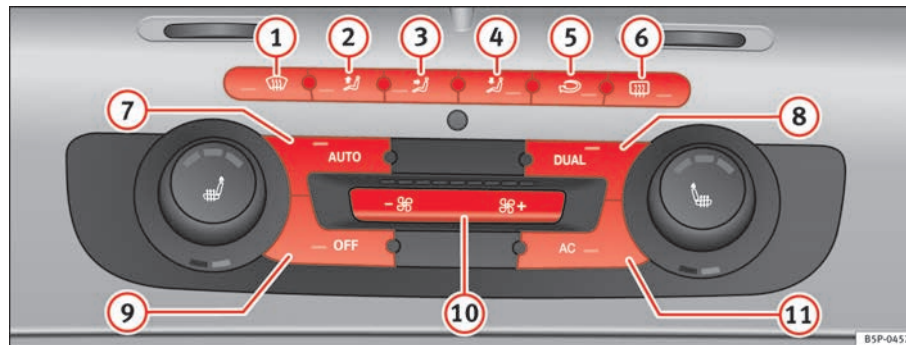

Abb. 129 In der Instrumententafel: Bedienelemente 2C-Climatronic
⇒ Abb. 129 9 bzw. 14.
- Drücken Sie die Taste  ⇒ Seite 164, Abb. 129. Am Display des Radios wird „AUTO High“ angezeigt (hohe Gebläsestufe).
- Drücken Sie erneut die Taste  ⇒ Seite 164, Abb. 129. Am Display des Radios wird „AUTO Low“ angezeigt (niedrige Gebläsestufe).